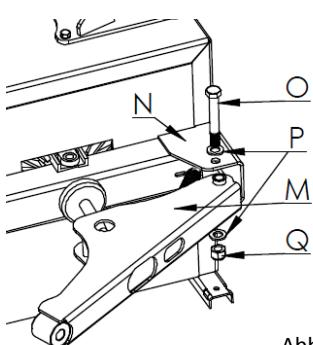

Abb. 8
- Platzieren Sie den Arm (M, Abb.8) in die Halterung (N, Abb.8), welche bereits auf der Maschine integriert ist, und Sichern Sie den Arm (M, Abb.8) Mit Hilfe der Schraube (O, Abb.8), Ring (P, Abb.8) und Mutter (Q, Abb.8).